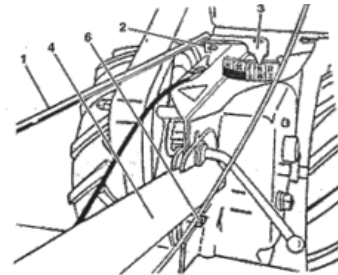

ABB. 3
3. Drehen Sie das Griffgestell nach unten. Setzen Sie zunächst die hintere Schraube mit Kopf ein (Abb. 3), wobei der Schraubenkopf auf der linken Seite der Bodenfräse liegt. Dann die vordere Drehschraube einsetzen und das Griffgestell absenken. Ziehen Sie die Schrauben fest, sodass sich der Griff mit leichtem Widerstand bewegt.
4. Stecken Sie das zweite Griffschloss (mit den Zähnen nach innen) in den Schlitz der Griffbasis (Abb. 3).
6. Führen Sie den Griffschlosshebel durch die Griffbasis und das Getriebegehäuse (Abb. 3).